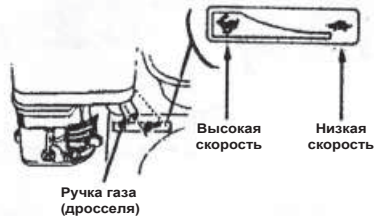
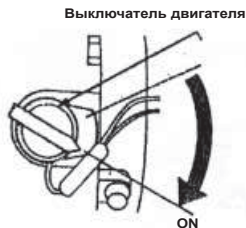

Рис.15
Рис.16
3. Передвиньте ручку газа слегка влево (Рис.15) 4. Включите двигатель (Рис. 16)